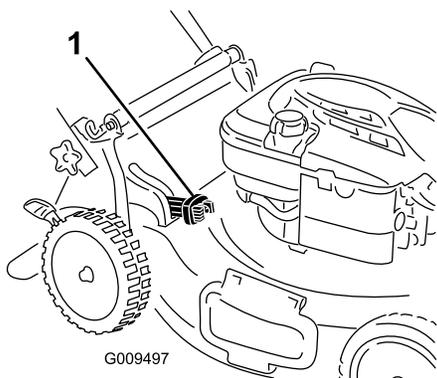

Рисунок 17
- Для сбора скошенной травы и листьев в мешок нажмите кнопку на рычаге сбора в мешок и двигайте рычаг вперед, пока кнопка на нем не вернется в исходное положение (Рисунок 17).